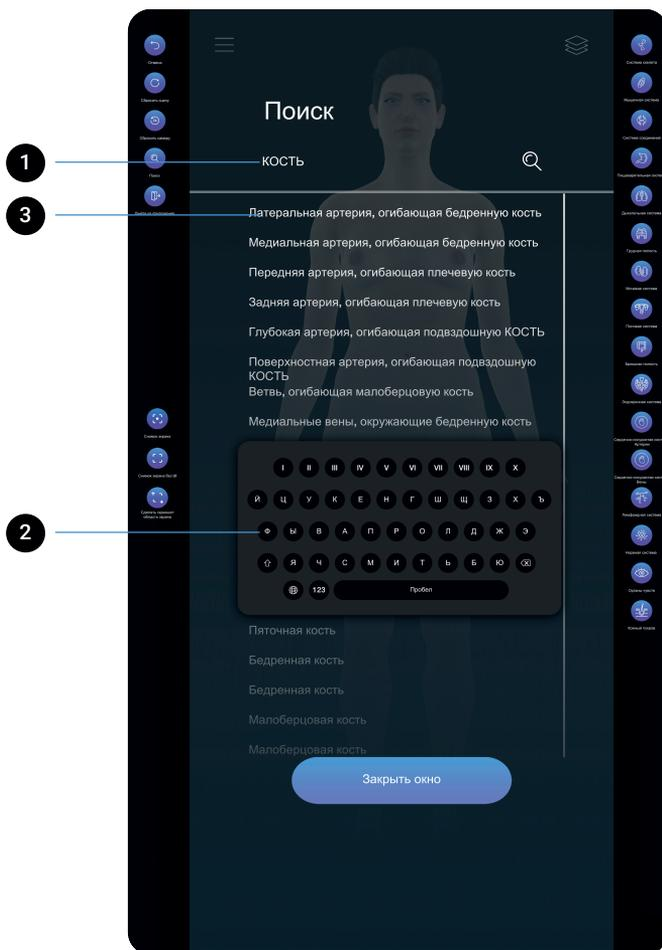

Рисунок 3 – Окно поиска.
1.2.4 Кнопка «Поиск» вызывает окно с поисковой строкой и экранной клавиатурой (Рисунок 3). Поиск по названию анатомического объекта можно осуществлять как на русском, так и на английском языках. Результаты поиска появляются после введения первых трех символов в поисковой строке и уточняется с каждым следующим введенным символом. При нажатии на любом из результатов поиска окно поиска закрывается и осуществляется переход к найденному анатомическому объекту.